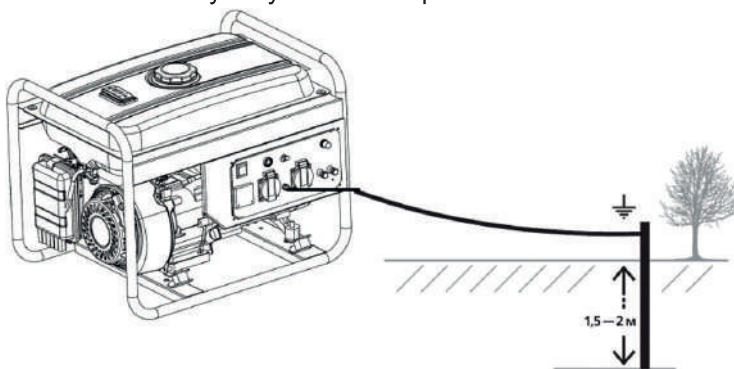

Рис. 12
Перед пуском электростанции заземлите ее для предотвращения поражения электрическим током. Для этого, с помощью электрокабеля сечением не менее 4 мм², соедините клемму заземления (рис. 12) на раме электростанции с внешним источником заземления.
2. При пуске холодного двигателя рычаг привода воздушной заслонки переведите в положение «Закрыто» (рис. 12)